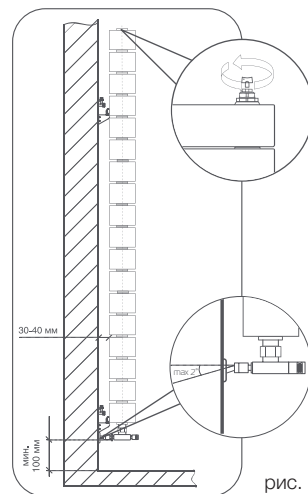

рис. 1
- 7.1. Для эффективной работы радиатора необходимо соблюдать монтажные расстояния, указанные на рис. 1.
! **Производитель не несет ответственности в случае невыполнения инструкции по монтажу. Во избежание аварии допустимое отклонение оси коллектора радиатора от подводящих труб не более 2° (рис. 1)**
- 8.4. Для удаления воздуха из радиатора в верхний коллектор обязательна установка крана Маевского* или автоматического воздухоотводчика. Для удаления воздуха через кран Маевского необходимо периодически (несколько раз в год) вручную стравливать его с помощью специального ключа (рис. 1)